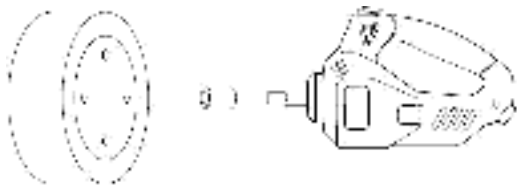

Figure 1
3. Choisissez la bonne douille à fixer à l'arbre de la clé (vérifiez la Figure 1).